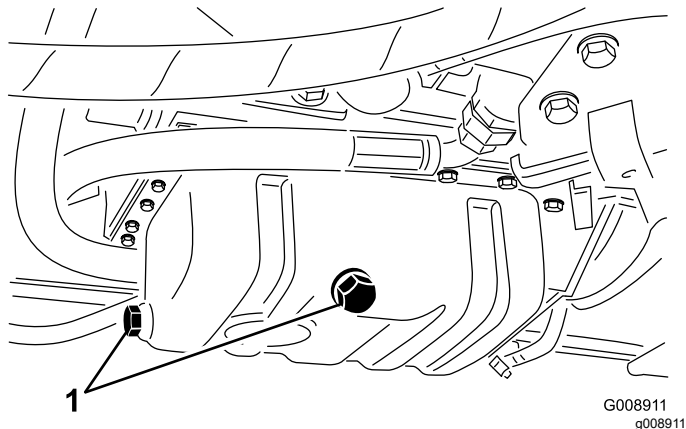

図 74
3. ドレンプラグのどちらか一方 (図 74) を外してオイルを容器に受け、オイルの流出がおわったらプラグを元通りに取り付ける。